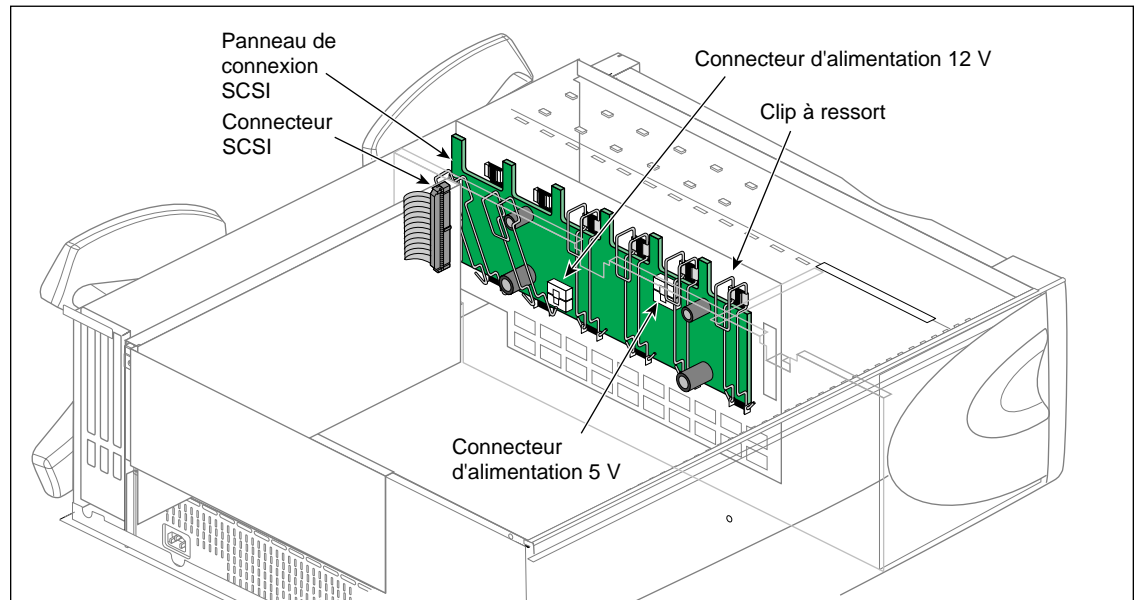

Figure 9-2 Connexions de câbles et clips à ressort sur le panneau de connexion SCSI
- Vous remarquez que les prises des câbles d'alimentation diffèrent. La Figure 9-2 montre leur emplacement.
3. Défaites les six clips à ressort sur le panneau de connexion SCSI, comme illustré à la Figure 9-2.